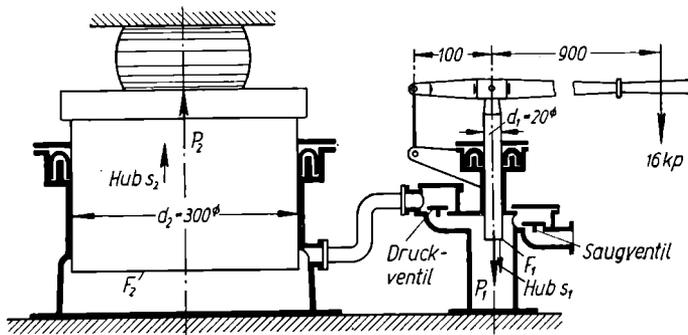

Bild 190
3. Bei einer **Wasserdruckpresse** nach Bild 190 wird an dem Hebel der Handpumpe eine Antriebskraft 16 kp ausgeübt. Der kleine Pumpenkolben hat $d_1 = 20 \text{ mm}$ Durchmesser und einen Lederstulp von 8 mm Dichtungshöhe (Bild 189 wie bei Aufg. 2). Der große Preßkolben hat $d_2 = 300 \text{ mm}$ Durchmesser und einen Lederstulp von 14 mm Dichtungshöhe.